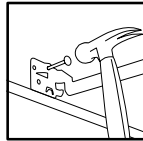

Figure 4
Step 1. Extend bar hangers to fit between joists. Bar hanger foot is contoured to easily align with bottom of joist (Fig. 3). Position fixture by hammering Real-Nails™ into joists (Fig. 4).
Paso 1. Extienda las suspensiones de la barra al ajuste entre las vigüetas. El pie de la barra esta formado para alinear fácilmente con el fondo de la vigüeta (Fig. 3). Coloque el accesorio martillando los Reals-Nails™ en las vigüetas (Fig. 4).